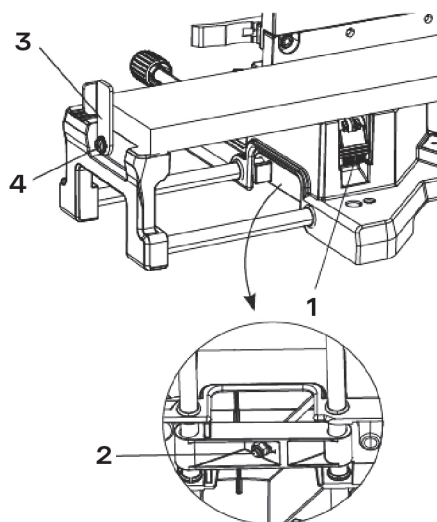

рис. 23
1. Поднять рычаг блокировки (1) и вытянуть левый расширитель стола на необходимую длину (рис. 23).
1. Повернуть стопорную пластину (3) в вертикальное положение (рис. 23).
2. Если стопорная пластина не поворачивается, ослабить стопорный винт (4) на 1/4 оборота при помощи отвертки и гаечного ключа 8 мм.